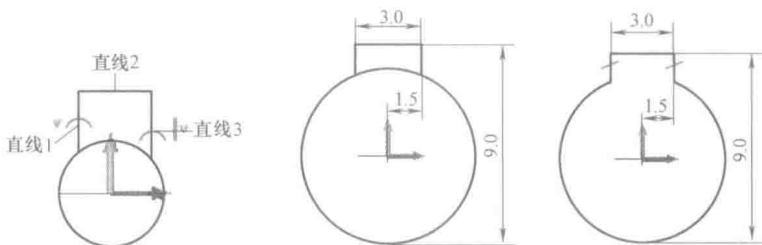

图 1-25 绘制直线与修剪曲线
7) 绘制直线与修剪。选择“草图→直线”进入直线命令栏, 绘制 3 条直线, 直线 1 和直线 3 要保证垂直, 直线 2 要保证水平, 对 3 条直线进行尺寸约束, 并修剪多余曲线, 如图 1-25 所示。